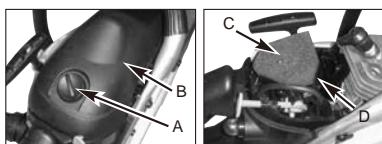

Fig. 15A
1. Fjern knappen (A), som holder luftfilterdækslet på plads, fjern topdækslet (B) ved at løsne skruerne. Dækslet tages af. (Fig.15A)